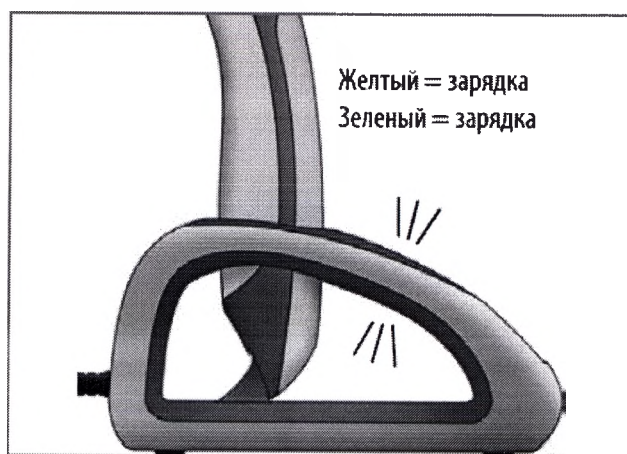

Рисунок 5. Работа индикаторов зарядки
2. Подключите блок питания к зарядной станции. Разъем находится на задней панели зарядной станции (рисунок 5).
3. Установите прибор Demi Ultra в зарядную станцию так, чтобы элементы управления были направлены в сторону радиометра. При зарядке светоиндикаторы прибора выключаются, а зарядной станции – включаются. Они расположены на верхней и нижней поверхности «моста» станции (рисунок 5). Желтый свет соответствует процессу зарядки. Зеленый – окончание зарядки.